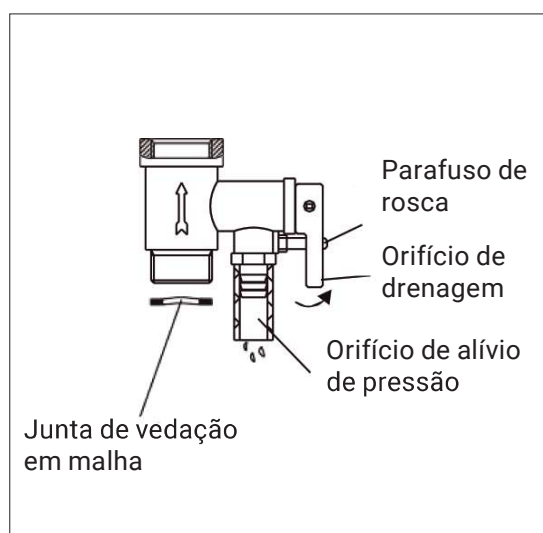

Fig.7
- Desaperte o parafuso de rosca na válvula de segurança multifuncional e levante a alavanca de drenagem para cima (veja Fig.7) para drenar a água do tanque interno.